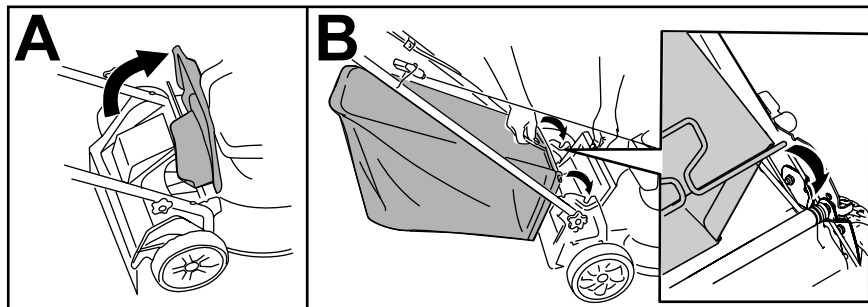

Figure 13
1. Soulevez le déflecteur arrière et gardez-le dans cette position (A de la Figure 13).
2. Montez le bac à herbe en veillant à placer les ergots dans les crans du guidon (B de la Figure 13).